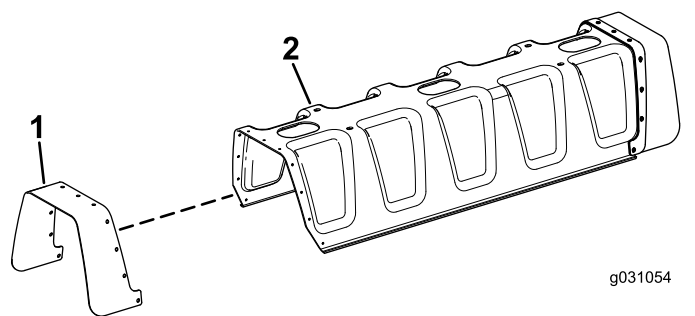

Figura 2
1. Alinee los taladros de la cubierta de goma con los de la cubierta del brazo central (Figura 2).